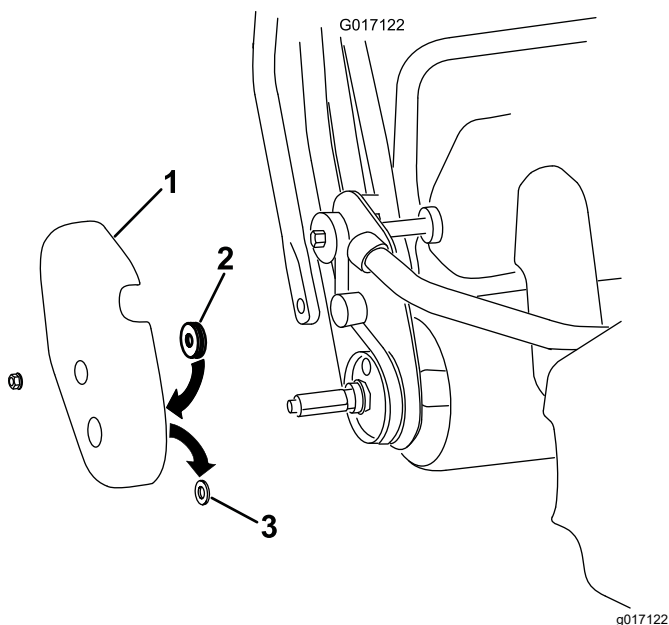

Figura 9
- A. Rimuovete il coperchio del tamburo destro (Figura 9).
- B. Togliete l'anello passacavi in gomma dal foro dell'assale nel coperchio del tamburo e scartatelo (Figura 9).
- C. Applicate la guarnizione in feltro all'interno del coperchio posizionandola intorno al foro dell'assale (Figura 9).